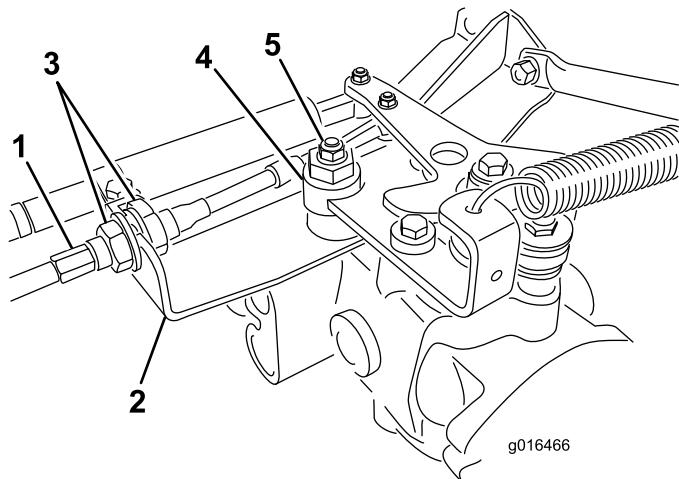

图 46
- A. 松开将驱动控制拉线固定至静液压装置隔板上的两个锁紧螺母图 46。确保锁紧螺母的松动程度相同并足以进行调节。
**注意** 松开将偏心螺栓固定到静液压泵顶部的螺母图 46。
- E. 当轮子停止旋转时、旋紧螺母、锁定偏心螺栓和调整(图 46)。
- G. 从隔板的两侧均匀拧紧锁紧螺母将驱动拉线固定到隔板上图 46。切勿让拉线缠绕在一起。